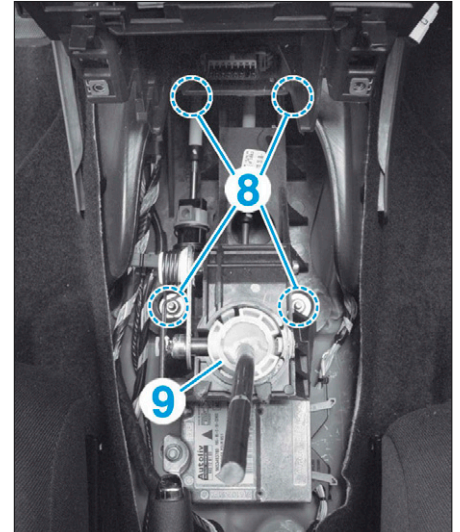

FIG. 10
- l'écran thermique (7)
- les 4 écrous (8) (Fig.10),
- l'ensemble du boîtier de commandes de vitesses (9) avec ses câbles.